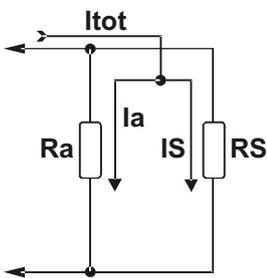

figura 5
Na figura 5, podemos ver o esquema definitivo do circuito das lâmpadas em série, onde podemos destacar a lâmpada monitor (à direita da figura) que possui uma potência muito baixa: 6W.
passando uma parte da corrente (Ia) por Ra e outra parte da corrente (IS) passará por RS, como mostra a figura 5. Aplicando a lei de